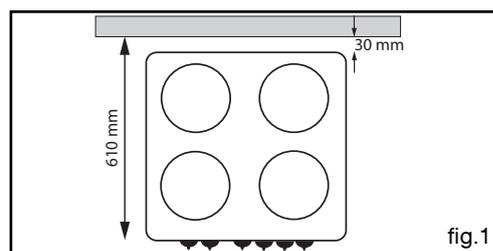

fig.1
Vous devez respecter la cote d'encastrement suivante (**fig.1**, vue de dessus):
- Enfoncez un tournevis entre la tôle du capot et la trappe puis faites pivoter la trappe (**fig. 1**).
- Pour les gaz distribués par une canalisation (gaz naturel), le raccordement s'effectue (fig.1) :
- soit par tuyau flexible avec embouts mécaniques filetés (fig. 1).
- Retirez les grilles, les chapeaux et les têtes de tous les brûleurs (fig. 1).